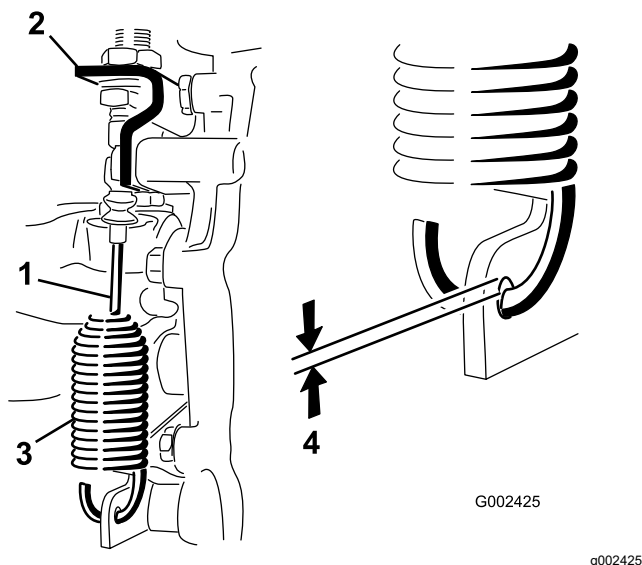

Figure 46
2. Desserrez les écrous de blocage qui fixent le câble de blocage du différentiel au support de la boîte-pont (Figure 46).